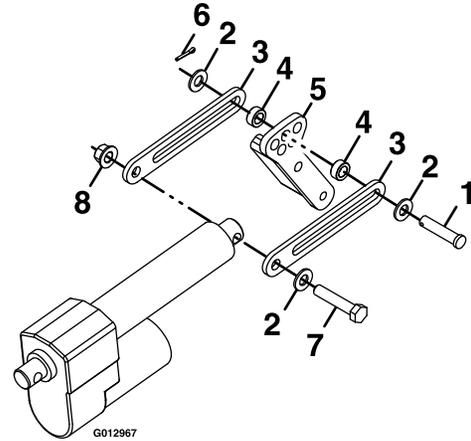

Figure 9
7. Montez les plaques latérales arrière de l'actionneur comme montré à la Figure 9.
9. Montez les plaques latérales de l'actionneur sur le support comme montré à la Figure 9.